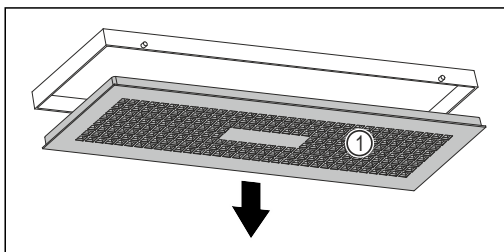

Fig. 112
- Ruotare lentamente la vaschetta dell'acqua verso il basso e tenere fermo il coperchio Fig. 112 (1).
- Rimuovere il coperchio Fig. 112 (1).